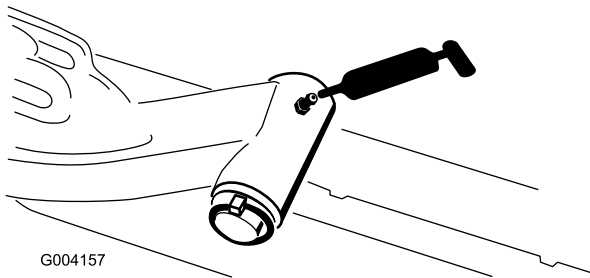

図 55
- ・ 昇降アームのピボット (各アームに1ヶ所) (図 55)